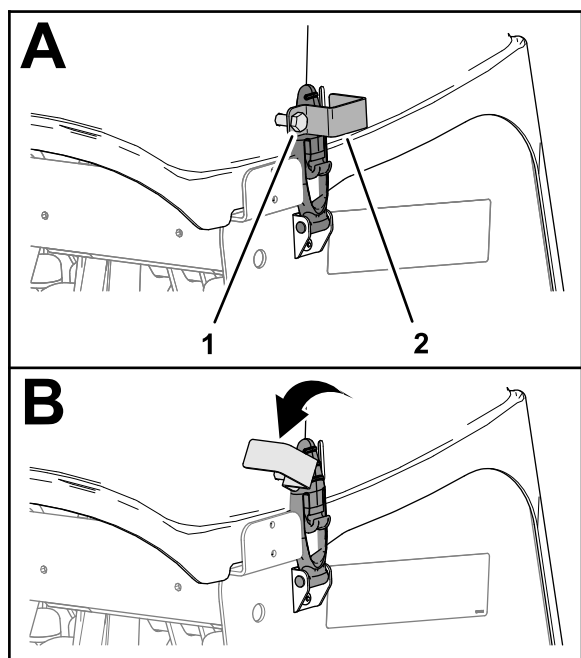

Figura 138
1. Se la macchina presenta dispositivi di chiusura CE, allentate il bullone della piastra di bloccaggio fino a quando la piastra di bloccaggio non libera la fessura sul lato della copertura della testa di carotaggio (Figura 138).
2. Ruotate la piastra di bloccaggio per liberare la fessura (Figura 138).